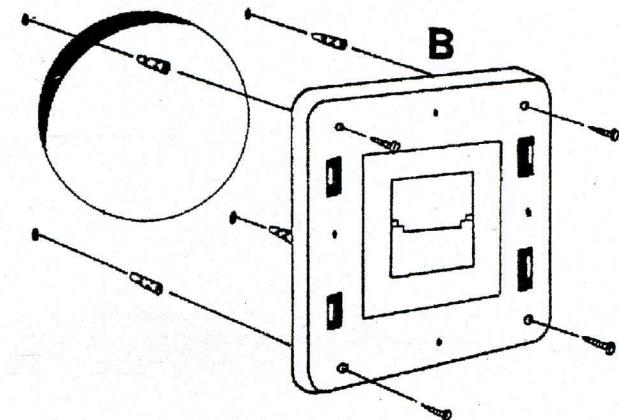

Fig. 2
- 2) Fissare la flangia B al muro mediante viti e tasselli (Fig. 2).
- 2) Fix the flange B to the wall with screws and dowels (Fig. 2).
- 2) Den Flansch B an die Wand mit Schrauben und Dübeln befestigen. (Bild. 2).
- 2) Fixer la plaque B au mur au moyen de vis et de chevilles (Fig. 2).
- 2) Muurplaat B met schroeven en pluggen aan de muur bevestigen (Fig. 2)